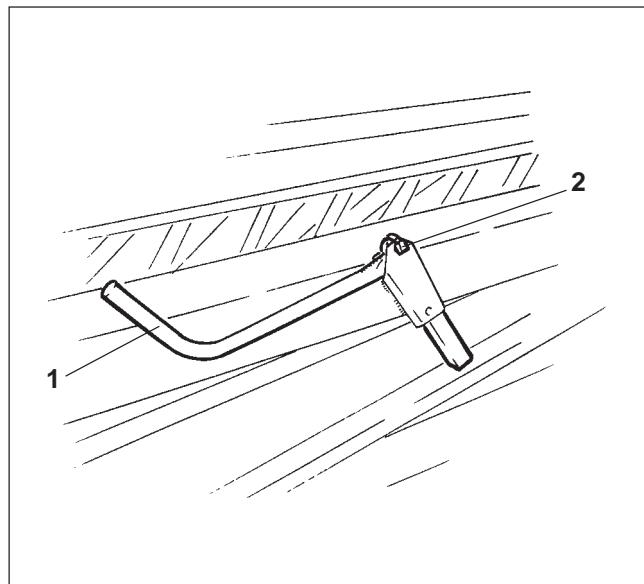

Рис. 8.5
- Взять рукоятку для проворачивания высевающих аппаратов. Вставить рукоятку (Рис. 8.5/1) в крепление спереди справа под семенным ящиком и закрепить при помощи откидного шплинта (Рис. 8.5/2).